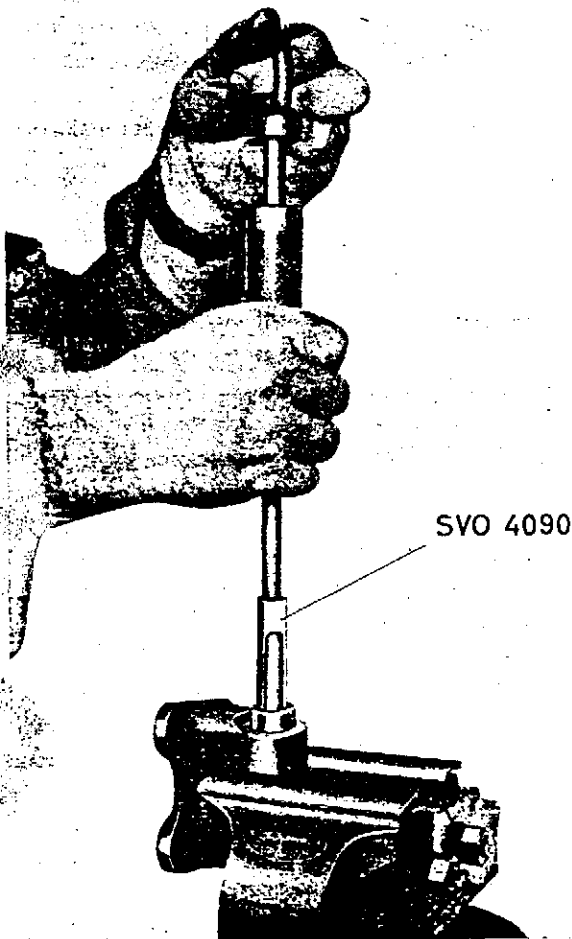

Abb. 62 Ausbau der Nadellager
3. Lagerbock in einen Schraubstock einspannen und die Nadellager mit der Ausziehvorrichtung 4090 gem. Abb. 62 herausziehen. Die Buchsen werden mit dem Dorn 2498 herausgepreßt.